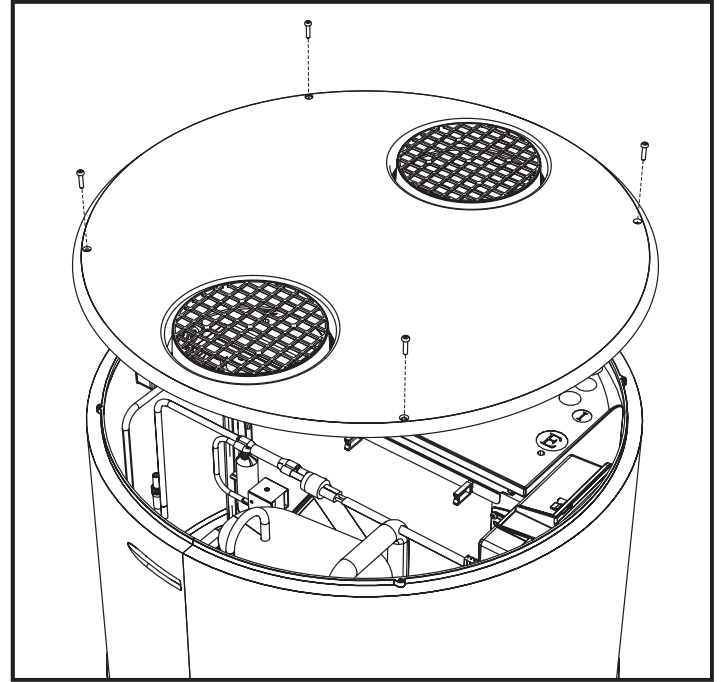

fig. 47- Retrait du panneau supérieur
- Retirez le couvercle supérieur en dévissant d'abord les vis de verrouillage (fig. 47).